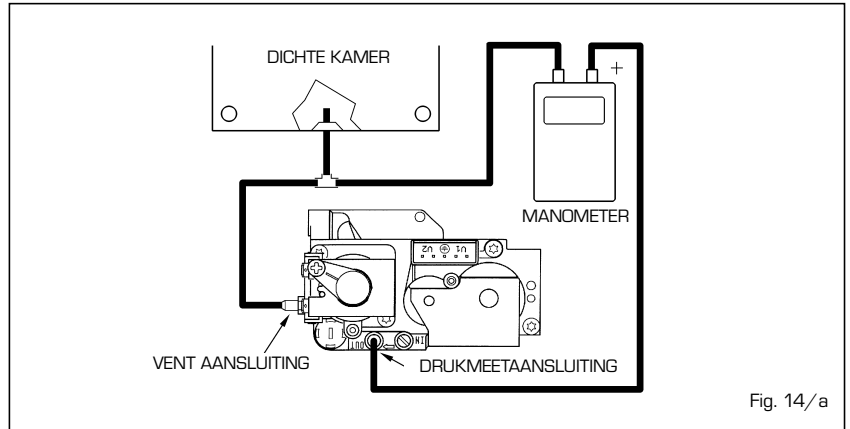
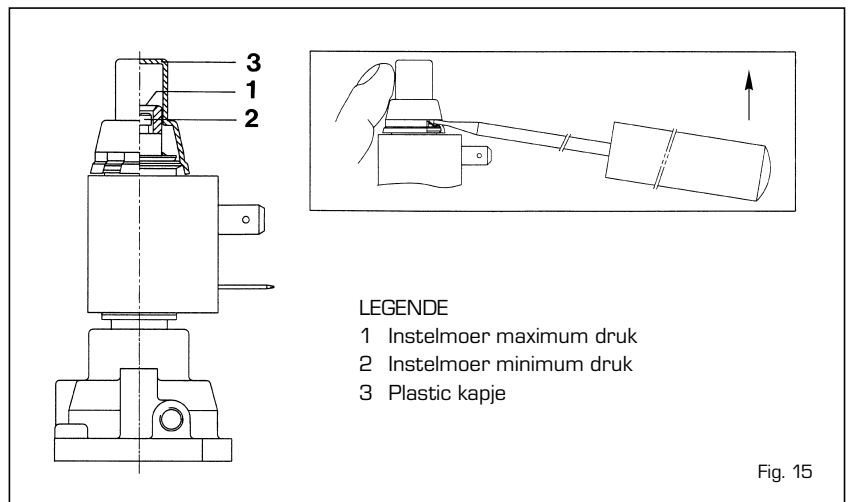

Fig. 14/a
Fig. 15
4.2 GASKLEP (fig. 14)
LET OP: Om de maximum en minimum druk te controleren moet u het plastic kapje van de modulator (3 fig. 15) erop laten zitten en de manometer zoals getoond op fig. 14/a monteren. Om de druk in te stellen moet u de VENT aansluiting van de dichte kamer afkoppelen.
4.2.2 Instelling van de minimum branderdruk (fig. 15)
- Sluit een manometer in U-vorm met waterkolom of een gewone manometer op de drukmeetaansluiting stroomafwaarts van de gasklep aan (4 fig. 14).
- Koppel de VENT aansluiting van de dichte kamer af (fig. 14/a).
- Schakel de stroomtoevoer van de modulator uit en verwijder het plastic kapje (3) van de modulator.
- Draai net zolang aan de schroef (2) totdat u de waarde van de minimum druk vindt zoals vermeld in **Tabel 3**. Om de druk te verlagen moet u de schroef tegen de wijzers van de klok in draaien; om de druk te verhogen moet u de schroef met de wijzers van de klok mee draaien.